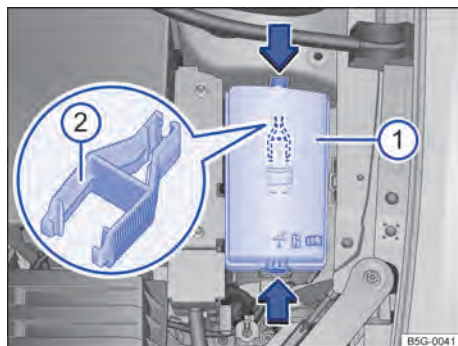

Fig. 157 En el vano motor: cubierta ① de la caja de fusibles con útil de agarre de plástico ②.
- Presionar los bloqueos en el sentido de la flecha → fig. 157 ①, para desbloquear la cubierta de la caja de fusibles.
En el lado interno de la cubierta de la caja de fusibles en el vano motor puede haber un útil de agarre de plástico → fig. 157 ② para sacar los fusibles.